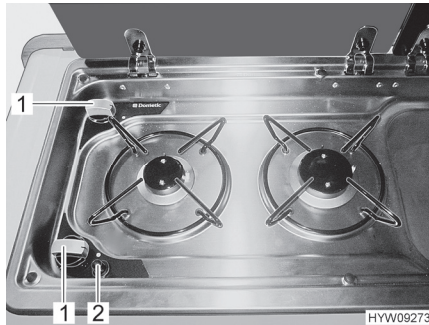

Fig. 66 Réchaud à gaz
- Tourner le bouton tournant (Fig. 66,1) du brûleur désiré en position d'allumage (grande flamme).
- Presser le bouton-poussoir (Fig. 66,2). Une étincelle d'allumage est générée sur le brûleur. Appuyer plusieurs fois sur le bouton-poussoir si nécessaire.